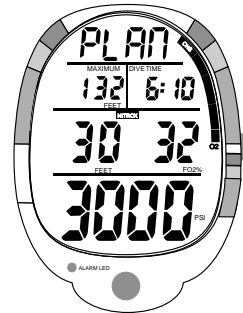

Fig. 18 - Nitrox Mode Plan
**NITROX MODE PLAN screen (Fig. 18)**